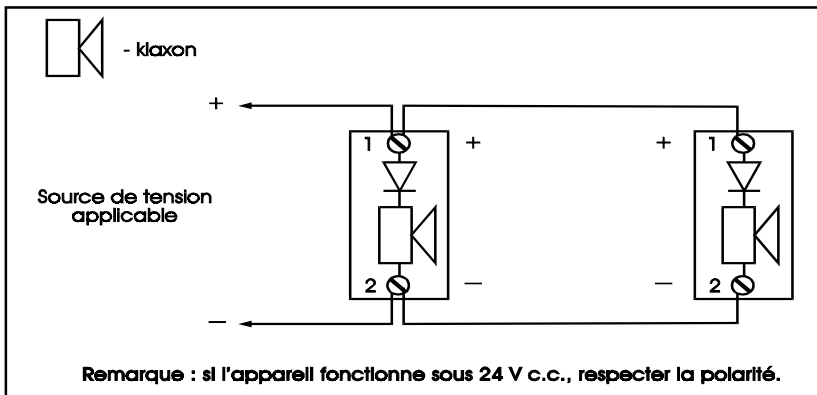

Figure 2. Schéma de câblage
4. Raccordez les fils du circuit de signalisation aux bornes du klaxon (figures 2 et 3) en respectant la polarité si l'appareil fonctionne sur 24 V c.c.